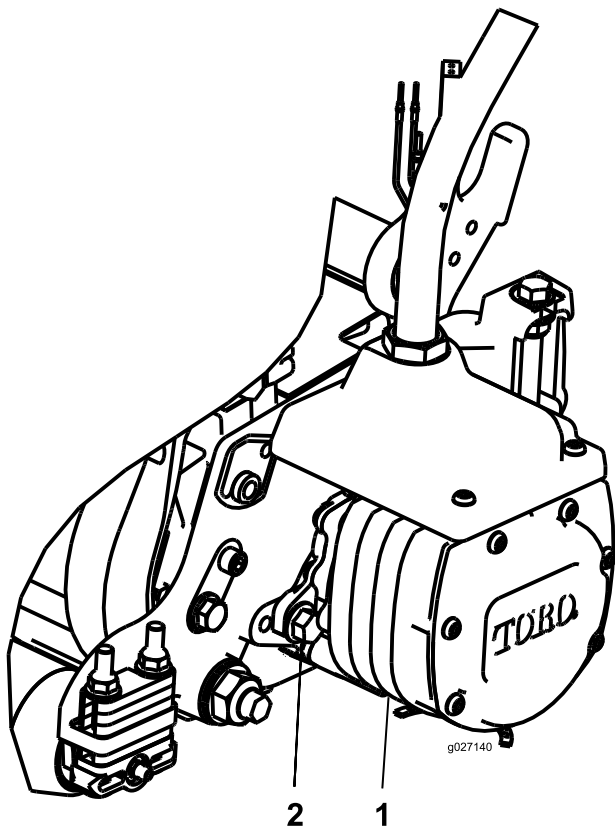

Figure 24
3. Placez le moteur sur l'unité de coupe de telle sorte que les brides du moteur évitent les boulons dans le sens horaire (Figure 24).